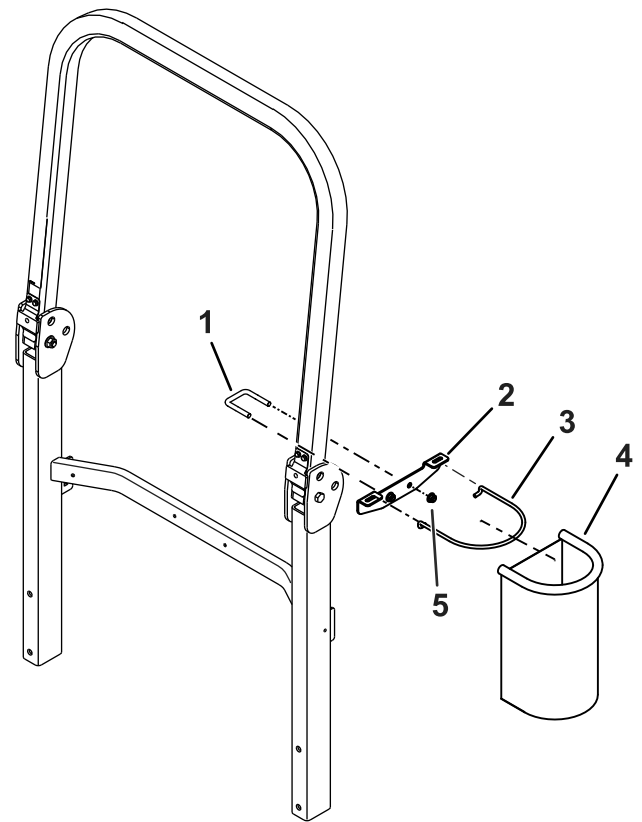

Figure 2
2. Fixez légèrement le petit support sur la porte à l'aide d'un étrier fileté et 2 contre-écrous (3/8"), comme montré à la Figure 2.
3. Montez le support sur l'arceau de sécurité de telle façon qu'il ne gêne pas la machine (Figure 2).
4. Serrez l'étrier fileté qui fixe le petit support (Figure 2).
5. Installez le sac à déchets et la tige sur le petit support (Figure 2).